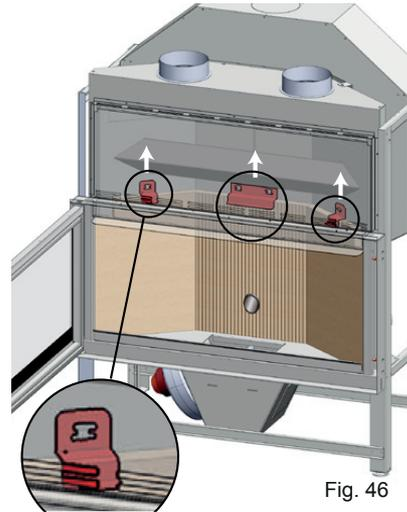

Fig. 46
- 2) FIG. 46 - Togliere i 3 ferma-vermiculite: alzarli verso l'alto ed estrarli. Togliere i due pannelli laterali in vermiculite e infine il pannello posteriore in vermiculite.